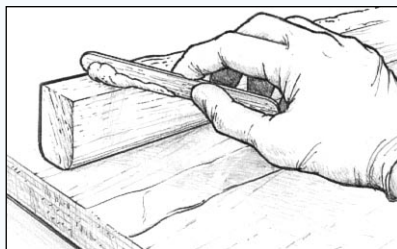

Figura 10 Aplique epoxi espesado a una de las superficies a unir.
2. Modifique la mezcla de resina/endurecedor añadiendo el relleno apropiado hasta que adquiera una consistencia suficiente para rellenar cualquier hueco entre las superficies a unir y para evitar la falta de resina en las uniones. Aplique una capa homogénea del epoxi espesado a una de las superficies, suficiente para que una pequeña cantidad sea expulsada al unir las superficies entre sí (*Figura 10*).